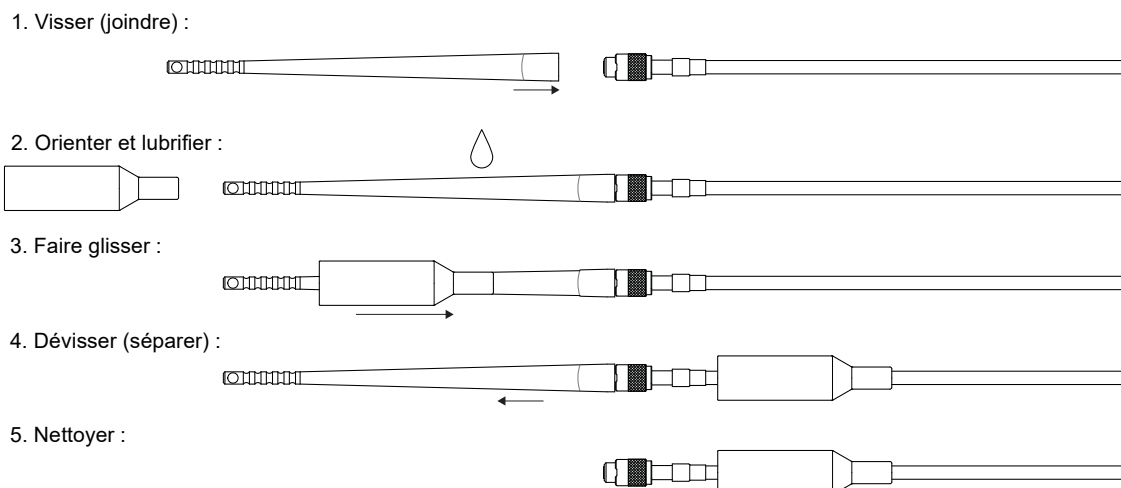

Figure 3-4 : Montage de la protection d'interconnexion IP172 femelle sur une rallonge EA40x
- La protection d'interconnexion IP172 femelle (voir la fiche technique du IP172) doit être assemblée sur la rallonge EA40x, comme indiqué dans la Figure 3-4.
Pour assembler la protection d'interconnexion IP172 femelle sur la rallonge EA40x, voir Figure 3-4 et :
- 2- Orientez l'ouverture de petit diamètre de la protection d'interconnexion IP172 femelle avec l'outil. Lubrifiez l'ouverture de petit diamètre de la protection d'interconnexion (ou l'outil lui-même) avec un peu de graisse de silicone, comme indiqué par le symbole  à la Figure 3-4).